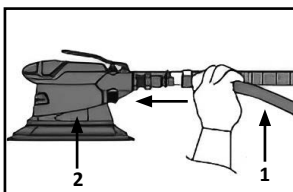

Fig. 3
1. Réglez la pression de fonctionnement du compresseur à 6,3 bars (90 PSI) et fixez une extrémité du tuyau d'air (1) au compresseur et l'autre extrémité du tuyau d'air à l'outil (2). (Fig. 3)